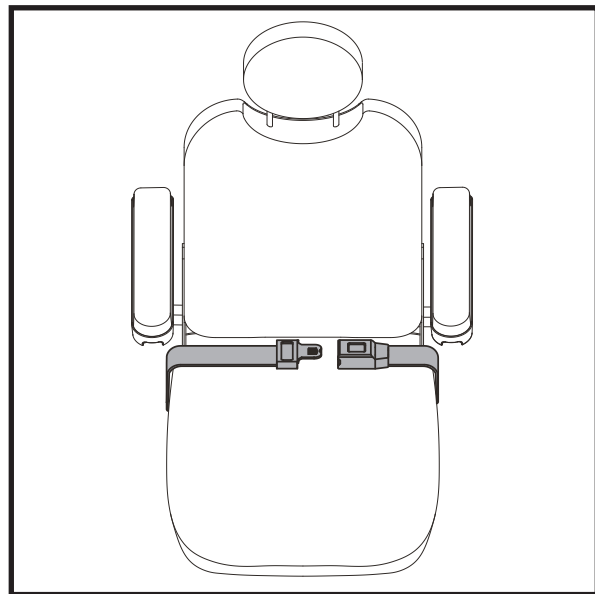

Figure 18. Ceinture de positionnement
Votre fauteuil motorisé peut être équipé d'une ceinture de positionnement réglable pour un meilleur confort. Voir la figure 18. La ceinture de positionnement, réglable, a été conçue pour soutenir et empêcher tout glissement vers le bas ou vers l'avant une fois assis. La ceinture de positionnement n'a pas été conçue pour être utilisée comme ceinture de sécurité.
1. Prenez place sur le siège, insérez la patte métallique d'un côté dans le boîtier de la boucle du côté opposé jusqu'à ce que le «clic» se fasse entendre. Voir la figure 18.